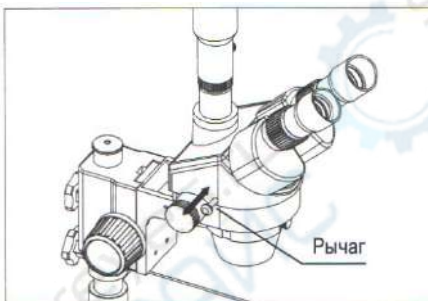

Рисунок 6
1. Передвигая рычаг внутрь и изнутри, смотрите в оба окуляра и переключайте камеру. Съёмка производится, когда рычаг снаружи. При вводе рычага внутрь можно осуществлять наблюдение через оба окуляра. Вне зависимости от выбора светового потока, рычаг должен находиться в одном из предельных положений (см. рисунок 6).